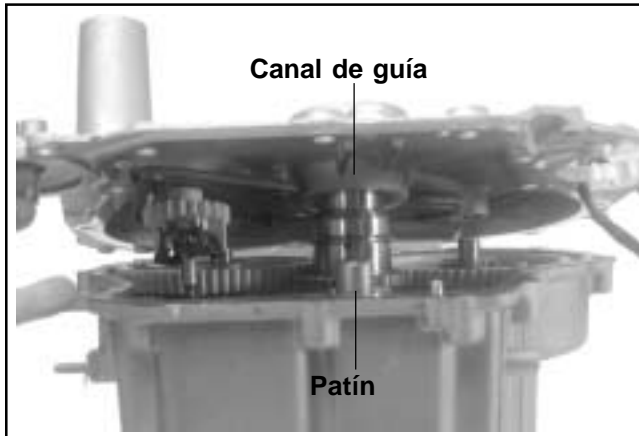

Figura 10-29. Alineación e instalación de la placa de cierre.
2. Aplique grasa en las superficies planas exteriores del patín del contrapeso. Coloque el contrapeso con el extremo sólido hacia el cigüeñal Ver Figura 10-29. Verifique que el patín se mantiene en esa posición durante el siguiente paso.
3. Compruebe que la junta, la tapa de los conductos y el conjunto del engranaje del regulador se han montado correctamente en la placa de cierre (ver Sección 9). Asiente la placa de cierre en el cárter. Asegúrese de que el patín está alineado con el canal de guía en la placa de cierre y que los árboles de levas y el eje del engranaje del regulador están alineados con sus superficies de apoyo correspondientes. Ver Figura 10-29. Cuando la placa esté ya en la posición definitiva, gire ligeramente el cigüeñal, si es necesario, para que pueda enganchar el engranaje del regulador.